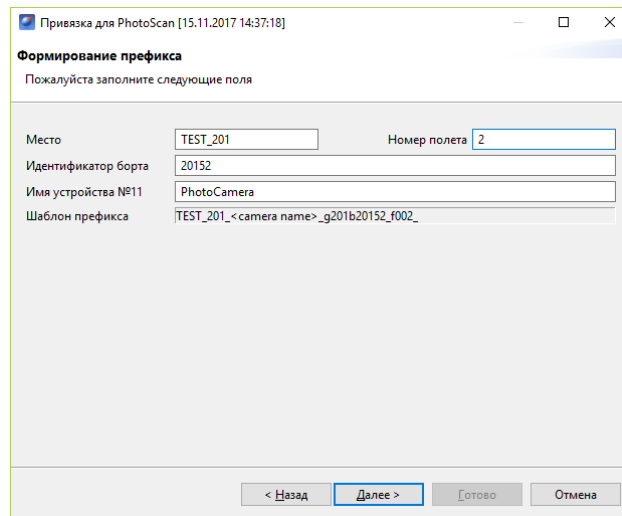

Рис. 129: Создание префикса
7. Следующим шагом следует создать префикс для файлов снимков и привязки. Для этого необходимо указать номер полета в следующем окне и при желании изменить название места, которое берется автоматически из названия проекта, как и номер борта (рис. 129).